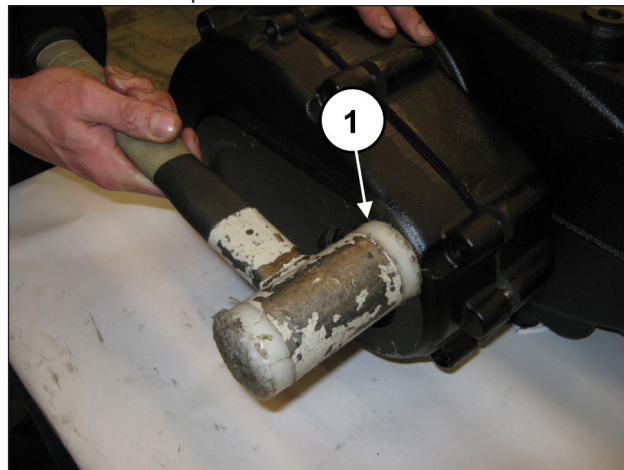
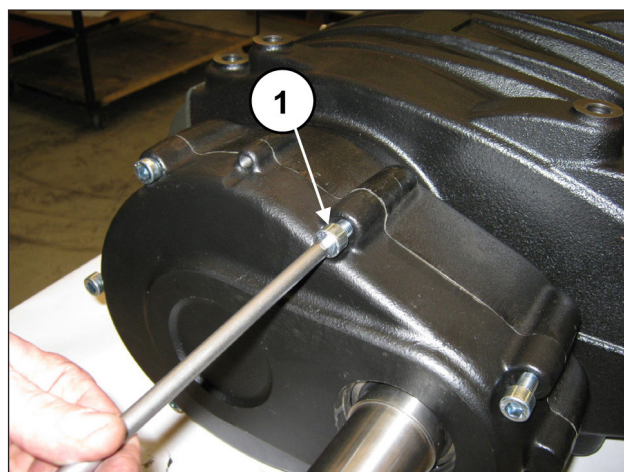

Fig. 89
Fig. 90
Monter le couvercle de réducteur à l'aide d'un maillet à embouts plastiques (rep. ①, Fig. 89) et le fixer à l'aide de 7 vis M10x40 (rep. ①, Fig. 90). S'assurer d'accoupler correctement les deux éléments du roulement 40x90x23. Serrer les vis à l'aide d'une clé dynamométrique, en suivant les indications du chapitre 3.